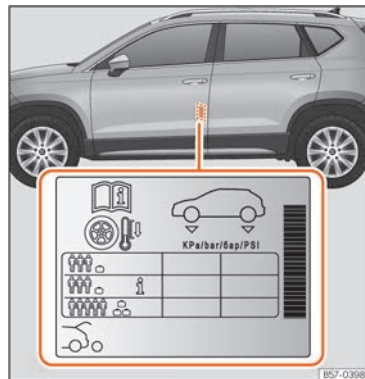

Abb. 219 Einbauort des Aufklebers für den Reifenfülldruck.
- Passen Sie bei größerer Zuladung den Reifendruck entsprechend an »» **Abb. 219.** »
Die Angaben zum Reifendruck befinden sich auf einem Aufkleber an der B-Säule der Fahrertür »» Abb. 219.
Je nach Fahrzeug kann der Reifenfülldruck auf halbe Last eingestellt werden, um den Fahrkomfort zu verbessern (Reifendruck **i** »» Abb. 219). Beim Fahren mit Komfort-Reifendruck kann sich der Kraftstoffverbrauch leicht erhöhen.
Der Reifendruck muss der aktuellen Fahrzeugbelastung angepasst werden. Wenn das Fahrzeug voll beladen werden soll, muss der Reifenfülldruck entsprechend dem auf dem Reifenfülldruck-Aufkleber »» Abb. 219 angegebenen maximalen Wert erhöht werden.
Füllen Sie bei einem minimierten Notrad (125/70 R18) auf einen Druck von 4,2 bar, gemäß Angabe auf dem Aufkleber mit den Reifendruckwerten »» Abb. 219.
- Der Fahrer ist verantwortlich für den richtigen Reifenfülldruck an allen Reifen am Fahrzeug. Der empfohlene Reifenfülldruck befindet sich auf einem Aufkleber »» Abb. 219.
- Immer den richtigen Reifenfülldruck am kalten Reifen einhalten, wie auf dem Aufkleber angegeben »» Abb. 219.